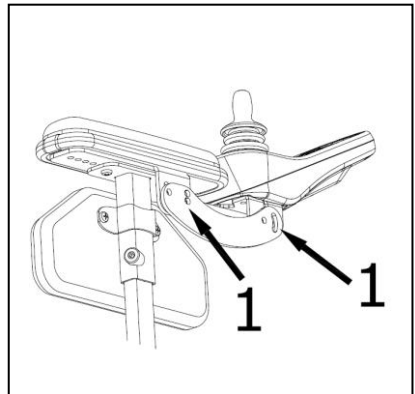

Abb. 4.14
**Höhe der Steuerung einstellen (Abb. 4.14)**
1. Lösen Sie die Schrauben (1).
2. Schieben Sie die Steuerung in die gewünschte Stellung (2).